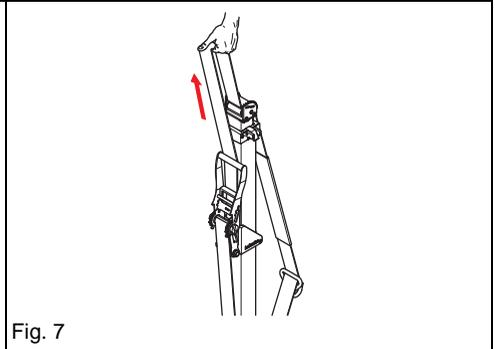

Fig. 7
- Extienda la correa tensora. Consulte el capítulo Fig. 7. Opcionalmente, retire el gancho de seguridad de la orejeta en la parte inferior de la riostra en V.